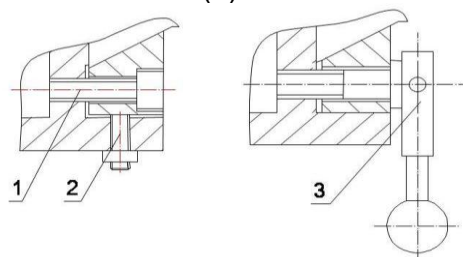

Рис.13
7.1.3 Регулировка зазора между консолью стола и стойкой (Рис.13).